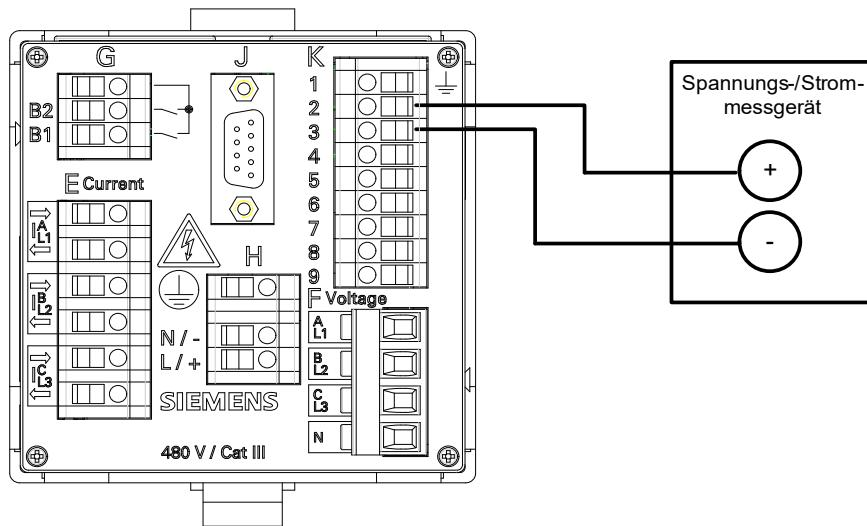

Bild 10-14 Messaufbau zum Abgleichen der DC-Analogausgänge
- ✧ Führen Sie den Messaufbau gemäß Bild 10-14 durch.